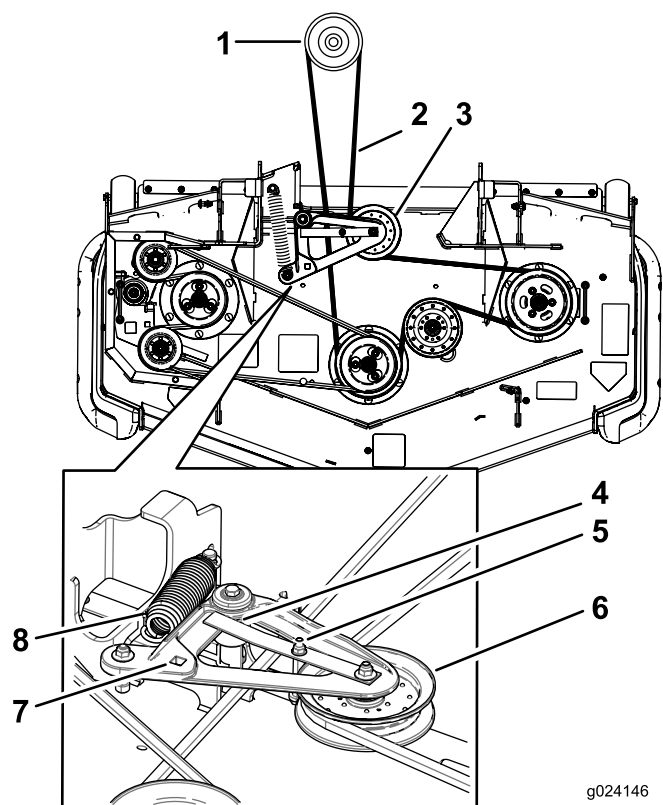

Bild 95
5. Heben Sie den Fahrzeugboden an und stecken Sie eine Ratsche in das rechteckige Loch in der Mähwerkspannscheibe (Bild 95).
6. Drehen Sie die Spannscheibe des Mähwerks nach rechts, heben Sie die Riemenführungsnase an und nehmen den Mähwerkriemen von der Kupplung ab (Bild 95).